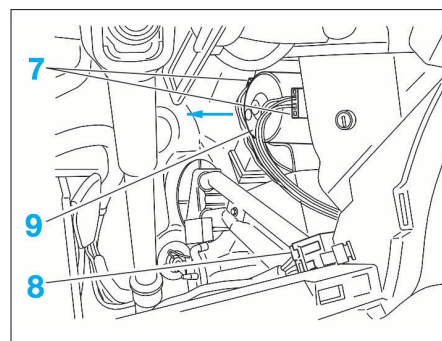

FIG. 15
- Déposer la vis (5).
- Basculer la rotule (6) pour la désaccoupler.
- Suivant équipement, débrancher les connecteurs électriques (7) (Fig.15).